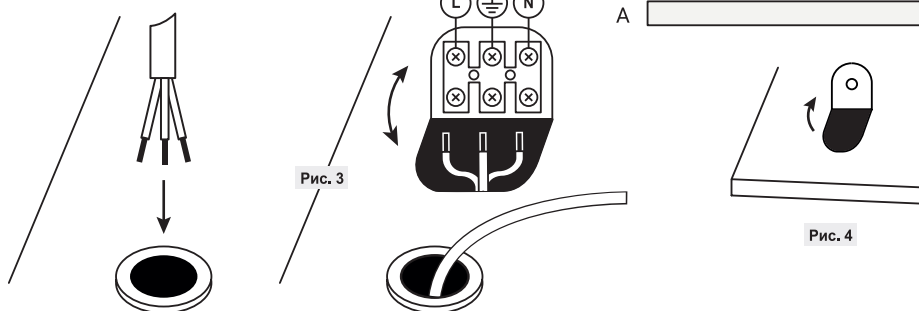

Рис. 3
- Присоедините подтовленные концы кабеля к позициям L, N, ⊕ (Рис. 3). Загните колодку обратно в панель.